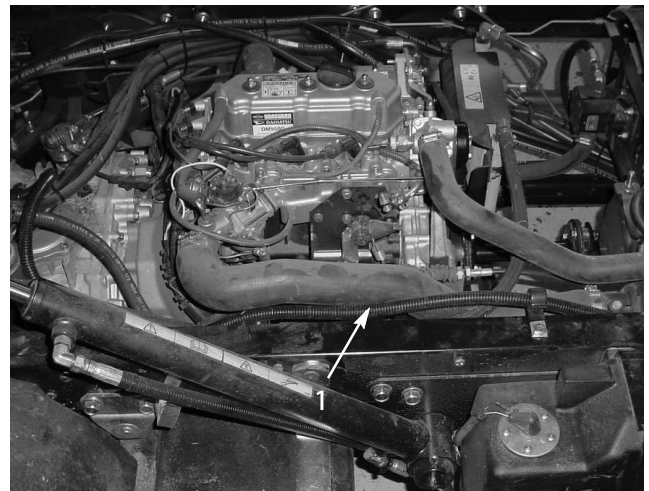

図 22
9. レールの上にハーネスを這わせてトランスミッションの上まで引き入れる (図22)。